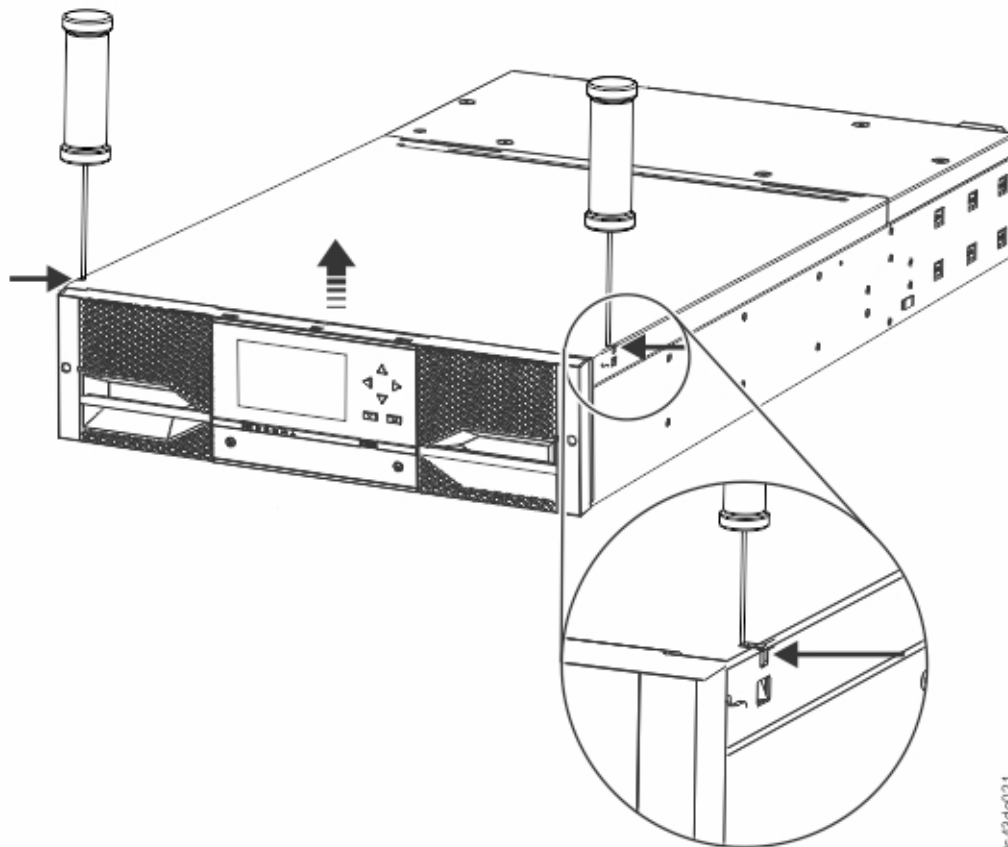

図 26. モジュール上部の止め金を外す
5. 指または小型の工具を使用してモジュール上部の止め金 (ふたの各サイドに 1 つずつある) を外し、内側に押し込みます。ふたが開いたら、前方に引き出して取り外します。図 26 を参照。